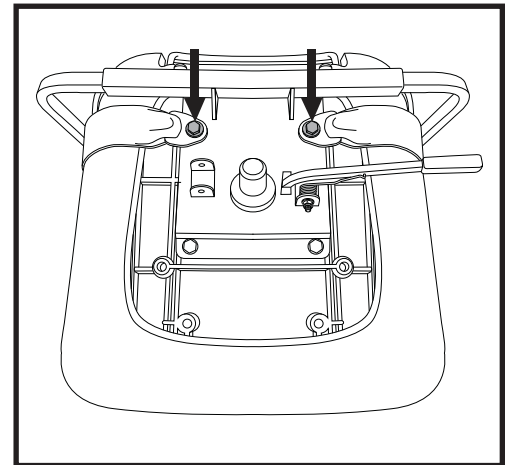

Figure 28. Boulons du ceinture de positionnement
2. Placez le siège à l'envers pour faire face à sa base. **Voir la figure 28.**